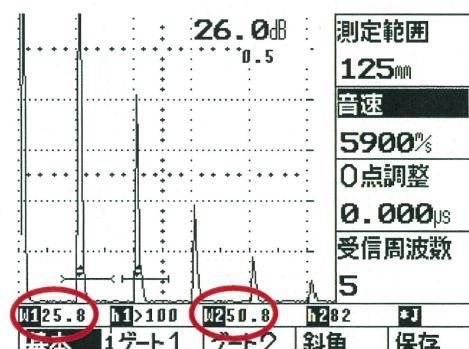

図4 測定範囲の調整
- ① キーが表示器の基本の下のキーを押し、基本表示にする。(図4参照)
- ② S T B-A 1の25mm厚さの部分を用いて多重エコーを表示させる。
- ③音速の横のキーを押し、右ダイヤルで音速を5900m/sにする。
- ④測定範囲の横のキーを押し、右ダイヤルで、測定範囲を125mmにする。次に、ゲート1をB₁エコーに掛けるように、ゲート2をB₂エコーに掛けるよう移動させる。
⑤B₂エコーの高さを80%として、音速の横のキーを2回押し、右ダイヤルで音速を微調整し、B₁, B₂のビーム路程差が25.0mmになるように調整する。
(図4では、W1: 25.8mm, W2: 50.8mm)